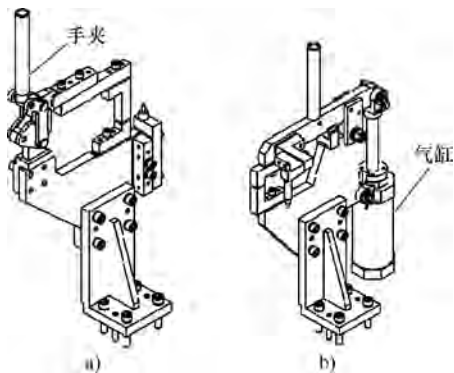

图 1-13 手动和气动夹具
1) 用途：夹紧机构用于矫正变形的工件、缩小工件间的搭接间隙，将工件夹紧固定在基准面上，避免焊接作业时工件错位或变形，确保工件焊接精度的稳定性。夹紧机构的驱动通常有手动、气动、液动和电动，图 1-13 所示为手动和气动夹具。